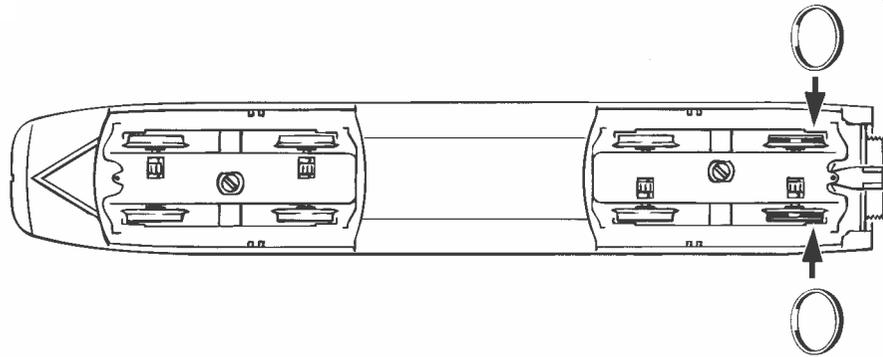

Fig. 7
2. Schmierung: Versehen Sie die im Schmierplan in Fig. 7 gekennzeichneten Stellen mit nur **kleinen Öltropfen**. Dazu zuerst das Lokgehäuse abnehmen (Fig. 2). Wir empfehlen den **ROCO Öler Art.-Nr. 10906**. Fürs Schmieren der Getriebeteile (Zahnräder, Schnecke) empfehlen wir das **ROCO-Spezialfett Art.-Nr. 10905**. Im Falle der Schmierung diese Teile **nicht ölen**.
2. Lubrication: Apply **tiny oil drops** to spots marked in fig. 7. Prior to lubrication dismantle locomotive (fig. 2). We recommend using item no. **10906, Roco oiler**. For lubrication the gearparts (e.g. cogwheels, worm) we should recommended our Roco **special grease** (item no. **10905**).